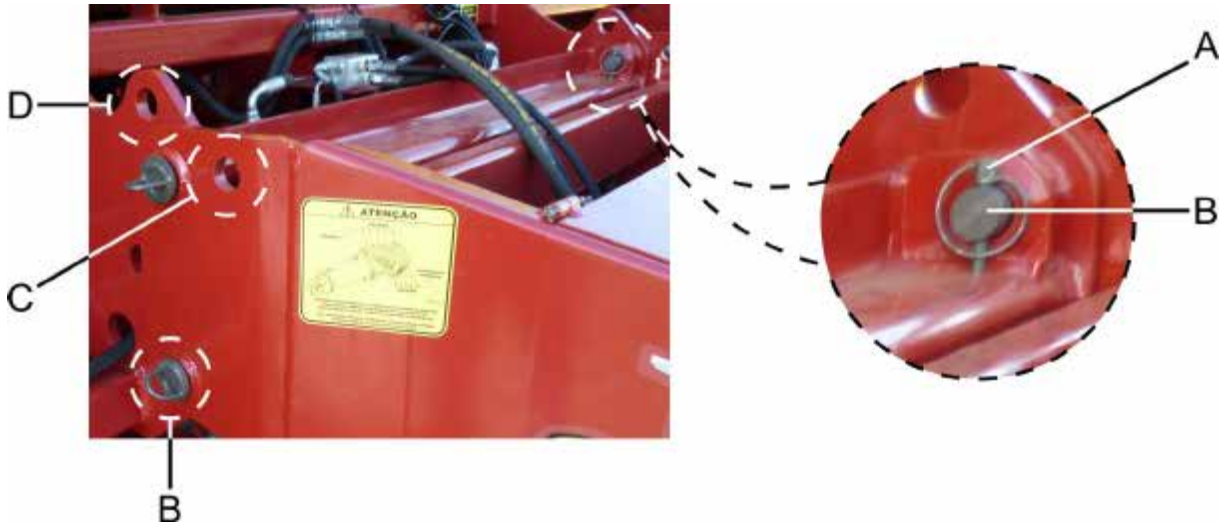

fig. 01
Para suspender o cabeçalho, retire os pinos trava com argola (A) (fig. 01), remova os pinos (B), suspenda o cabeçalho e introduza os pinos nos furos (C) e (D), travando-o com os pinos trava com argola (A).